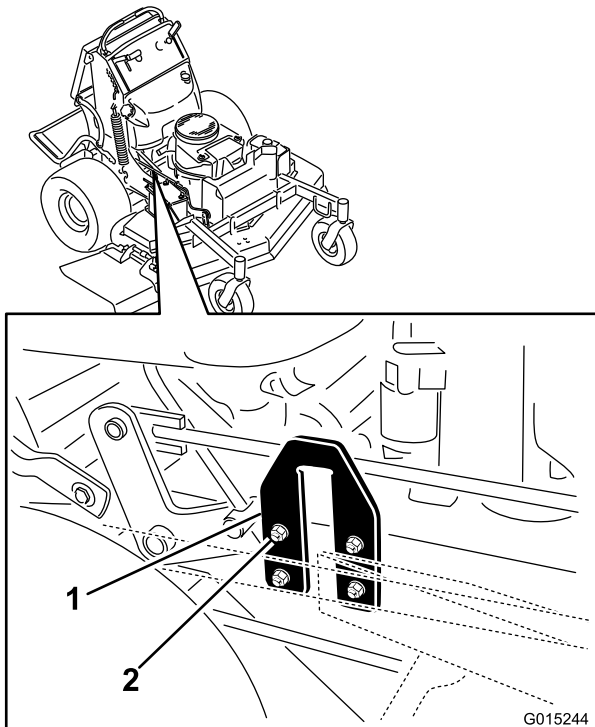

図 84
2. エンジンデッキの側面についているUプレートを探し出す 図 84。
3. 片側のUプレートをゆるめ、上下に移動させて **B** 位置と **C** 位置での高さの差が 6mm 以内になるようにする 図 84を参照。